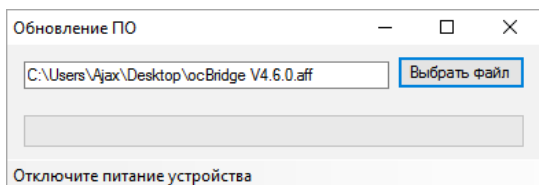

РИС. 26. Выбор файла прошивки приемника
7.2. ПО обновляется при помощи программы-конфигуратора. Если приемник подключен к конфигуратору, следует нажать кнопку «Отключиться» не отсоединяя осVridge физически от ПК. Затем в меню «Подключение» – «Настройка» выбираем порт, к которому подключен осVridge. После чего в выпадающем меню «Файл» необходимо выбрать пункт «Обновление ПО» и нажав кнопку «Выбрать файл» указать путь к файлу *.aff с обновленной версией ПО на диске (РИС. 26).